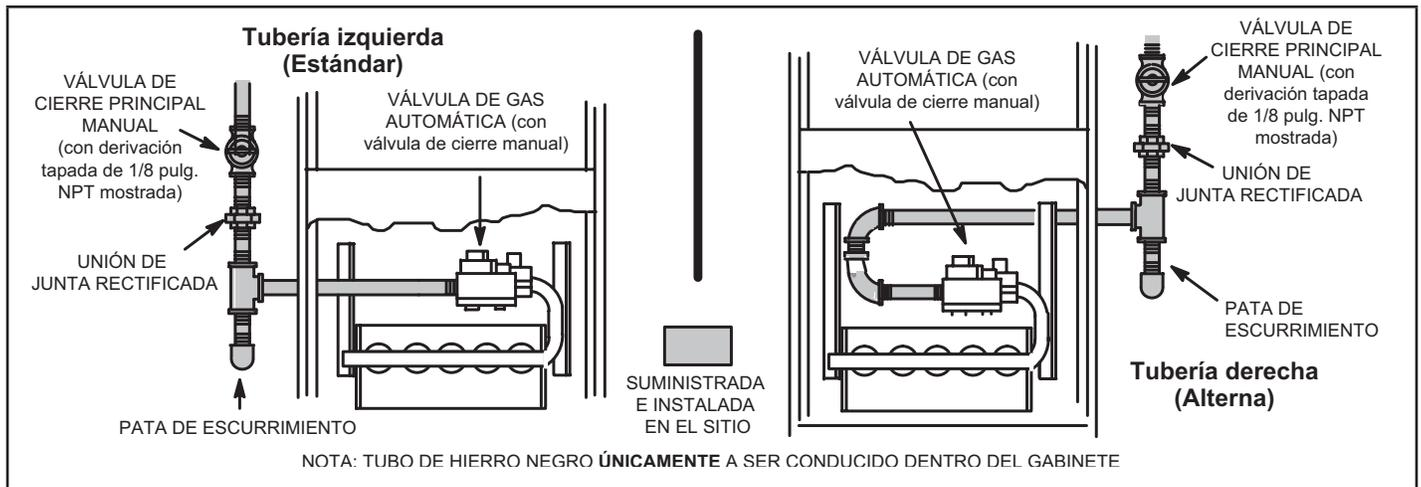

FIGURA 51
- 1 - La tubería de gas se puede conducir a la unidad desde el lado izquierdo o lado derecho. La tubería de suministro entra a la válvula de gas desde el costado de la válvula como se muestra en la FIGURA 51. Conecte la tubería de suministro de gas a la válvula de gas. La torsión máxima es de 800 pulg-libras y la torsión mínima es de 350 pulg-libras cuando se conecte la tubería de gas a la válvula de gas.
- 3 - La tubería de gas no debe tenderse a través de los conductos de aire, canaletas de ropa, chimeneas o ventilación de gas, montaplatos o el hueco del ascensor. Centre la línea de gas en el centro del agujero para tuberías. La línea de gas no debería tocar el costado de la unidad. Ver FIGURA 51.